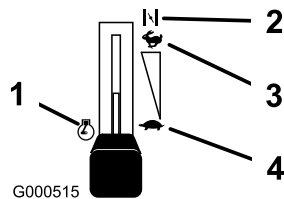

Bild 8
3. Stellen Sie den Gasbedienungshebel auf Choke (Bild 8), bevor Sie einen kalten Motor anlassen.
5. Schieben Sie den Gasbedienungshebel, sobald der Motor angesprungen ist, auf Schnell (Bild 8). Stellen Sie, wenn der Motor aussetzt oder unregelmäßig läuft, den Gasbedienungshebel für ein paar Sekunden wieder zurück auf Choke. Schieben Sie dann den Gasbedienungshebel in die gewünschte Stellung. Wiederholen Sie diesen Vorgang nach Bedarf.
1. Stellen Sie dann den Gasbedienungshebel auf „Schnell“ (Bild 8).